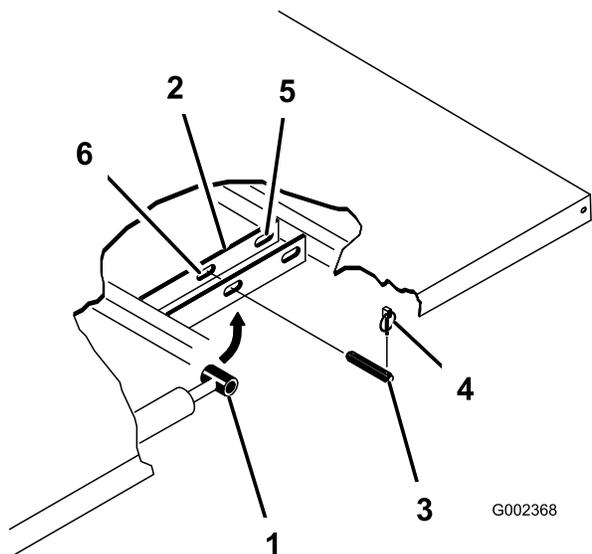

Рисунок 33
3. Удалите шплинты из наружных концов штифтов с отверстием под шплинт на штоках гидроцилиндров (Рисунок 33).
4. Снимите шплинтуемые штифты, крепящие концы штоков гидроцилиндров к монтажным плитам кузова, протолкнув штифты внутрь (Рисунок 33).
5. Выньте шплинты и штифты с отверстием под шплинт, которые крепят шарнирные кронштейны к швеллерам рамы (Рисунок 33).